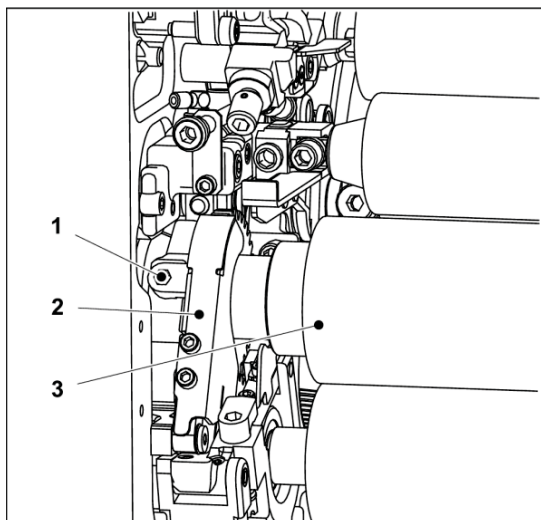

図 6 ギアガード、計量ローラ
1. 駆動側および操作側のラッチ(図6/1)を上または下に回します。
水計量ローラ(図6/3)とギアガード(図6/2)のロックが解除されます。